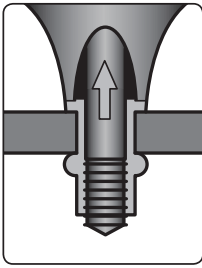

Abb. 6
- Halten Sie den Nietadapter fest mit der Hand, nehmen Sie eine stabile Körperhaltung ein und beim Drehen des Spannkopfes nach rechts werden die beiden Bauteile verbunden (Abb. 6).**